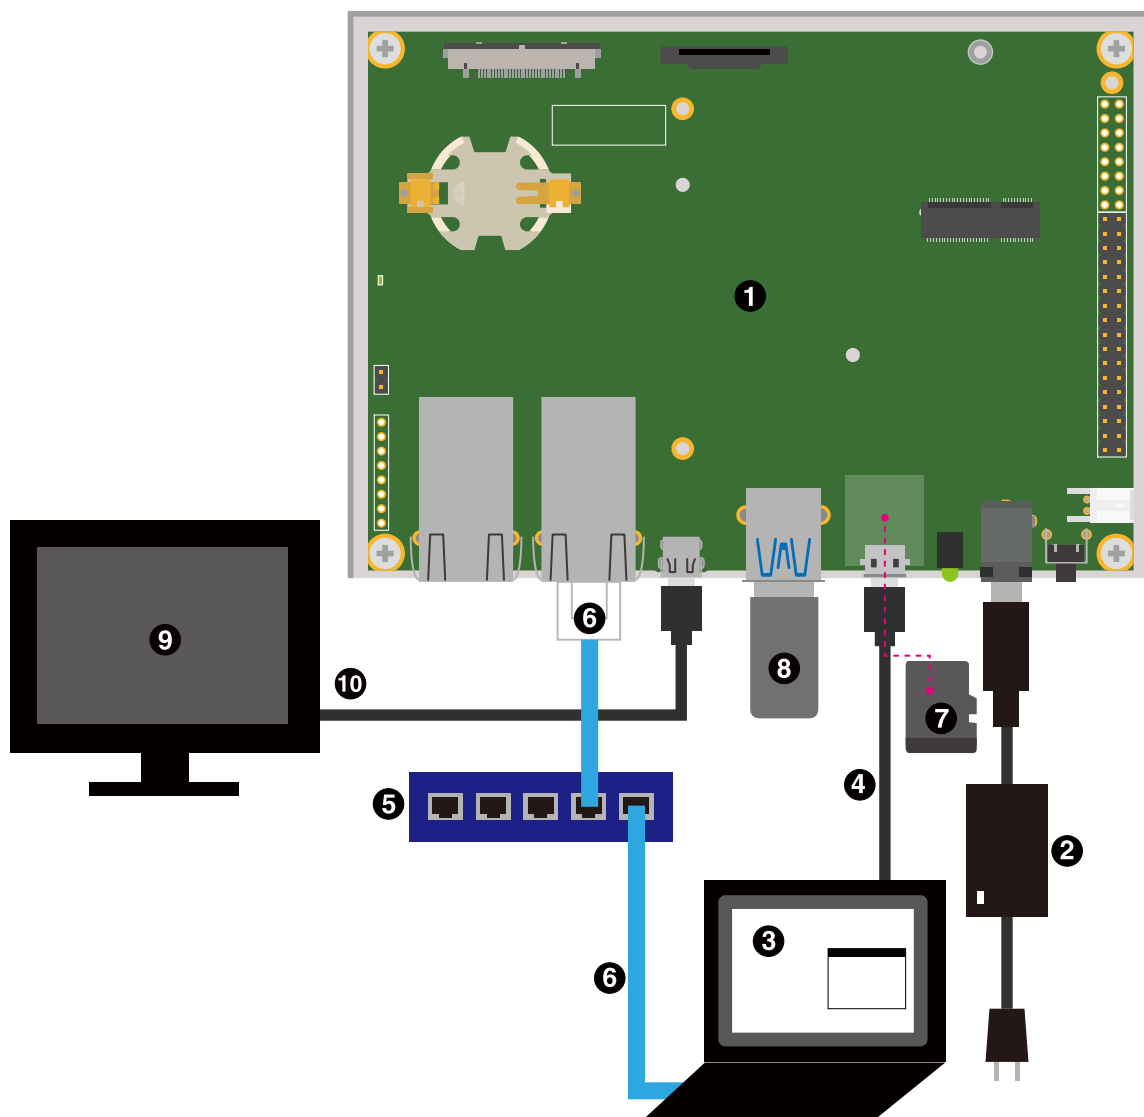

図 3.2 Armadillo-IoT ゲートウェイ G4 の接続例
Armadillo-IoT ゲートウェイ G4 と周辺装置の接続例を「図 3.2. Armadillo-IoT ゲートウェイ G4 の接続例」に示します。
1. Armadillo-IoT ゲートウェイ G4 と開発用パソコンを開発セットに同梱されています USB(A オス-microB)ケーブルで接続します。Armadillo-IoT ゲートウェイ G4 側は 「図 3.2. Armadillo-IoT ゲートウェイ G4 の接続例」 に示す 「④シリアル通信用 USB ケーブル」 の microB を、開発用パソコン側は Type-A を接続してください。